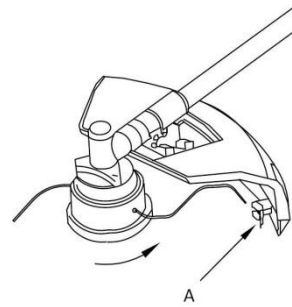

Fig. 11
- Riparo: usate il riparo con montata la fascetta nera corredata di lama tranciafilo (indicata con A in Fig. 11) che porta il filo alla misura idonea.